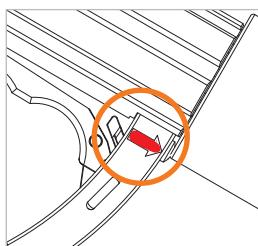

Figure 24
- Tournez le levier de verrouillage (pos. 6) en arrière dans le sens de la flèche (*Figure 24*) pour libérer le mécanisme de verrouillage et pour placer le levier de commande en position OFF.